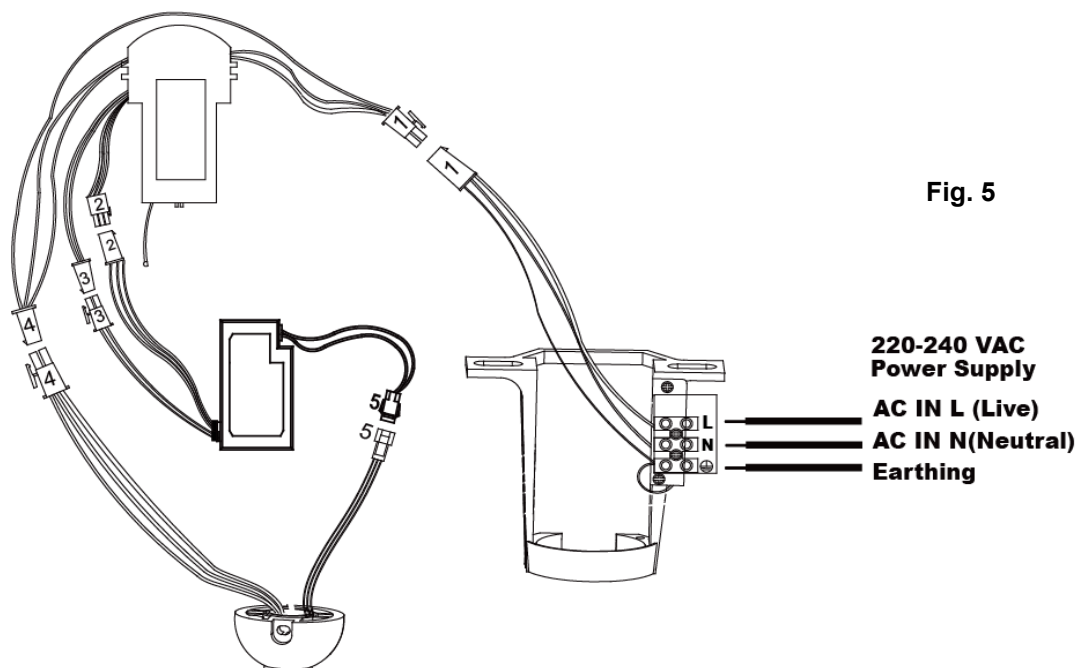

Fig. 5
3. Consulte el diagrama de cableado proporcionado para la Conexión/Instalación Eléctrica. **Fig.5**
4. Después de completar el cableado eléctrico en los terminales del soporte de montaje y de conectar los cables de entrada de alimentación del receptor remoto y del cableado fijo a través de los conectores rápidos de 4 puertos (1); conecte los cables de entrada de alimentación del controlador del LED y los cables de salida de alimentación al receptor remoto a través de los conectores rápidos de 2 puertos (3); conecte los cables de entrada de la señal PWM del controlador de LED y los cables de salida de la señal PWM al receptor remoto a través de los conectores rápidos de 3 puertos (2); conecte la salida al ventilador del receptor remoto y los cables de entrada del motor a través de los de conectores rápidos de 4 puertos (4); conecte también los cables de salida del controlador de las luces LED a través de los conectores rápidos de 3 puertos (5). **Fig.5**